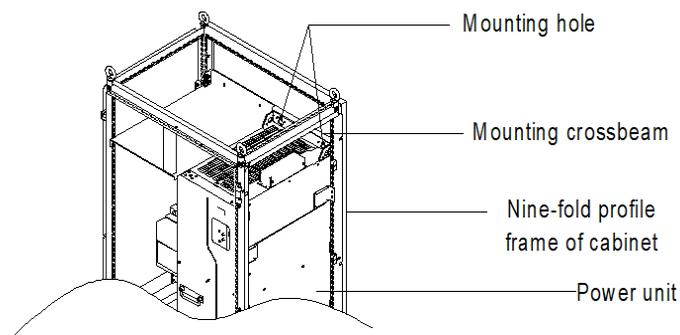

Рис. 4-10 3D вид шкафа для моделей GD270 280–500 кВт 46
- ✧ Для монтажа в шкафу см. схему расположения шкафа на рис. 4-10. Размеры рамы шкафа составляют 2200*800*600 (единица измерения: мм, включая верхнюю крышку вентиляции шкафа H200). Чтобы закрепить крепление в шкафу, необходимо установить основание шкафа H100.44 Воздушная перегородка должна быть установлена в верхней части шкафа, чтобы предотвратить циркуляцию горячего воздуха на выходе ПЧ GD270 внутри шкафа. Уплотнительная губка 40X40 должна использоваться в положении, соответствующем воздушной перегородке на панели передней дверцы, что предотвращает короткое замыкание воздуховода. Кроме того, в нижней части дверцы шкафа должны быть выполнены отверстия для выпуска воздуха.
- (2) Когда вам нужно смонтировать GD270 280–500 кВт в шкаф с девятикратным профилем глубиной 600 мм необходимо согнуть монтажную перекладину внутрь (показано на рис. 4-10), чтобы использовать пространство стойки, которое не является необходимым для установки в стандартный шкаф или шкаф глубиной 800 мм. 46